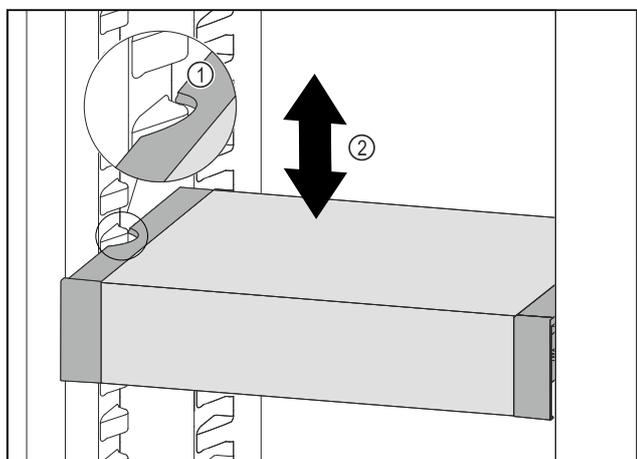

Fig. 56
- ▶ Tirer le VarioSafe vers l'avant jusqu'à ce que les encoches latérales du VarioSafe soient à la hauteur de la nervure du bac dans la partie réfrigérateur. Fig. 56 (1)
- ▶ Déplacer le VarioSafe vers le haut ou vers le bas dans la partie réfrigérateur jusqu'à ce que la hauteur souhaitée soit atteinte. Fig. 56 (2)